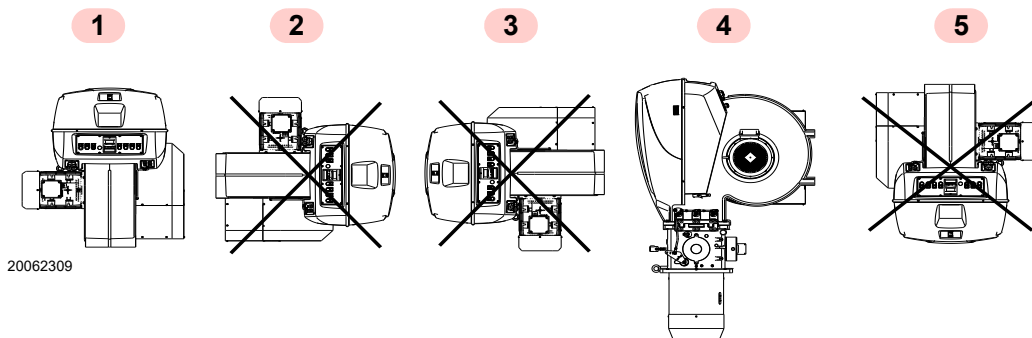

Fig. 9
- Il bruciatore è predisposto esclusivamente per il funzionamento nelle posizioni **1** e **4** (Fig. 9).